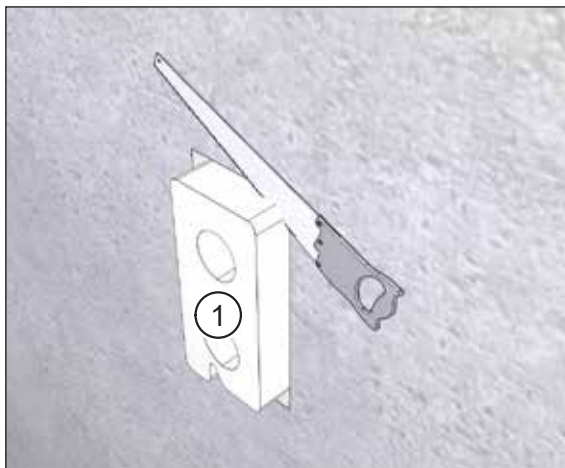
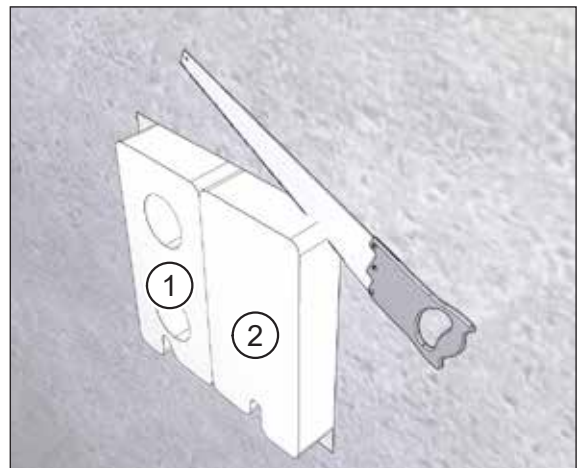

Abb. 29: Mauerkasten **ohne** Füllstück anpassen
Abb. 30: Mauerkasten **mit** Füllstück anpassen
- ▶ Kürzen Sie mit einer Styroporsäge den überstehenden Mauerkasten (Pos. 1 in Abb. 29 und Abb. 30) und ggf. das Füllstück (Pos. 2 in Abb. 30), so dass diese bündig mit der Massivwand oder der angebrachten Dämmung sind.